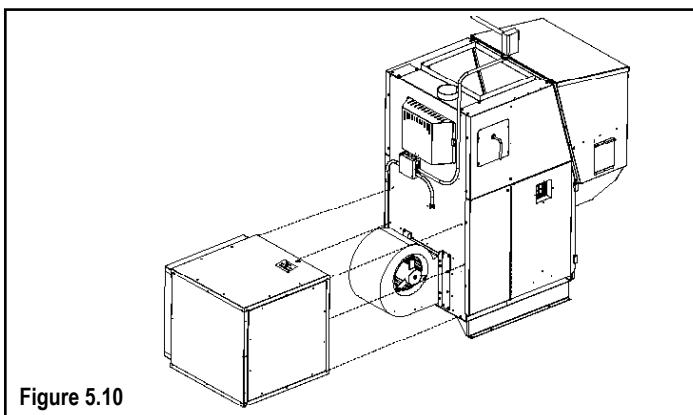
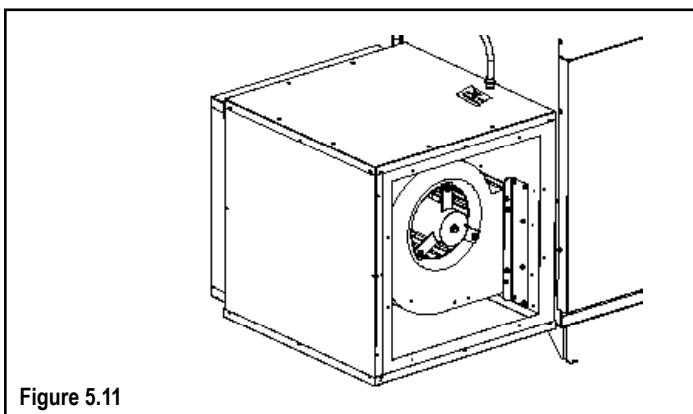

Figure 5.10
Figure 5.11
3. Installez l'enceinte de filtre sur la chaudière au moyen de six (6) vis Tek n° 10 de 3/4", à raison de 3 par côté. Voir Figure 5.10. Repérez ces trous pour bien connaître leurs emplacements sur l'enceinte de filtre et la chaudière. Vous pouvez accéder aux trous de montage en passant par le couvercle du panneau d'accès au ventilateur et par l'ouverture de filtre. Figure 5.11.